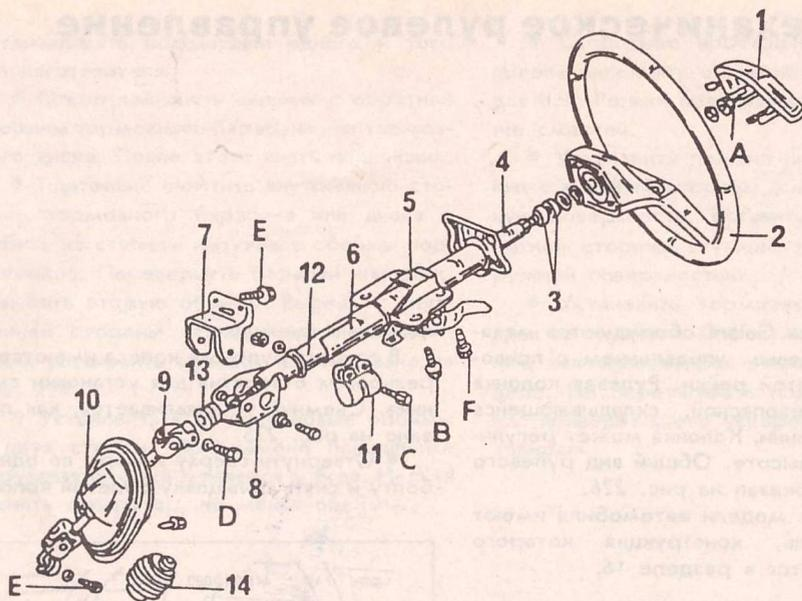

Рис. 228.
- Отвернуть болты, показанные на рис. 228 стрелками и отсоединить опору механизма регулирования положения рулевого колеса по высоте. Один из болтов представляет собой специальный болт, так называемый "Torx", который отворачивается специальным ключом.